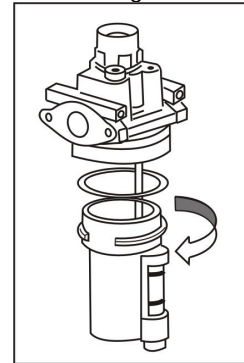

Fig.38
- Den Ölstand im Öler regelmäßig überprüfen. Wenn das Level die zweite Linie nicht erreicht, SAE20 nachfüllen (Fig.38).